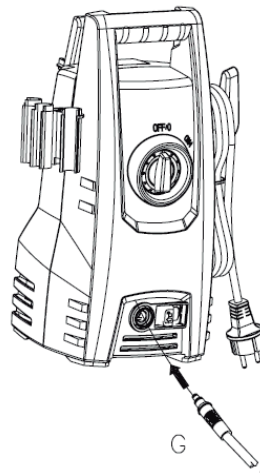

Fig. 1
Conecte la manguera de alta presión (G) a la salida de agua del limpiador a presión. Insértelo y conéctelo rápidamente para evitar fugas. Cuando las piezas se unen correctamente, no puede separar los dos componentes tirando directamente de la salida de agua. Presione el "Botón" de acuerdo con la dirección de la flecha, luego puede extraer la manguera de alta presión. (Ver Fig. 1)